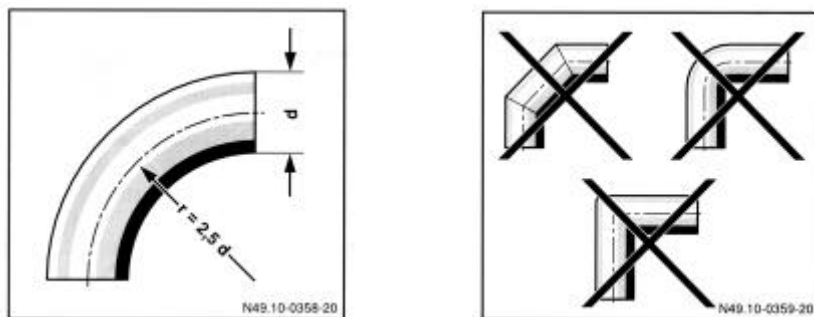

Bild 4.8.7.1: Biegeradien
- Biegeradien  $\geq 2,5$  mal Rohrdurchmesser, siehe Bild 4.8.7.1.